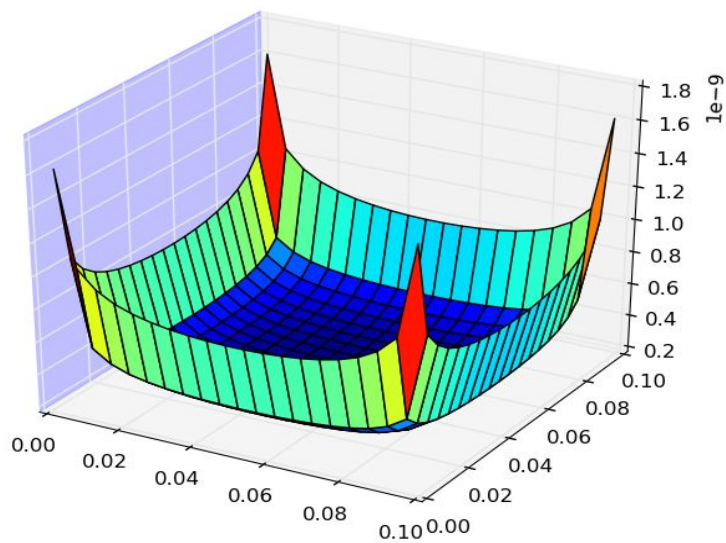

Figura 1 - Distribuição de cargas na Placa para N = 20
- d. Para os valores definidos em questão e com N representando 20 divisões (ou 400 quadrados), o gráfico da Figura 1 foi gerado, através da biblioteca *matplotlib* da linguagem *python*, que pode ser visto na seção Resultados.